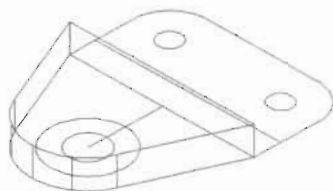

图 15-81
(3) 选择闭合后的多段线, 在命令行中输入 Extrude 命令将其拉伸 8 个单位, 如图 15-81 所示, 命令执行过程如下。